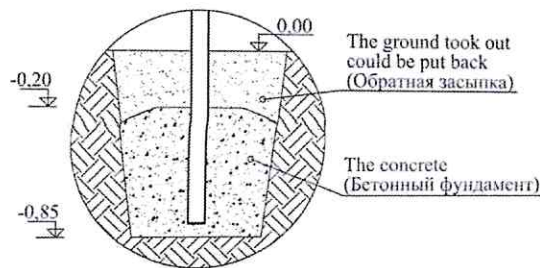

Рис. 4. Схема сборки изделия
13.7. Сборка изделия производится согласно схеме: рисунок 4.